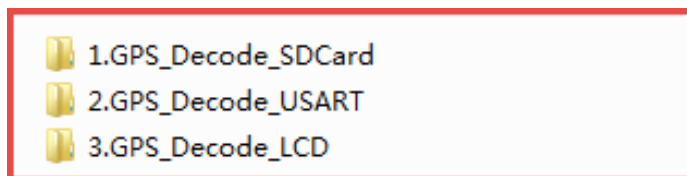

图 6-5 野火各开发板配套 BH-ATGM332D 例程
**ATGM332D\2-开发板配套例程\**。各个开发板配套例程的功能和定位模块的驱动是基本一致的，只是不同平台使用的引脚、液晶显示部分稍有不同，根据自己使用的开发板，下载对应的程序即可，各平台下配套的代码见图 6-5 及表 6-5。